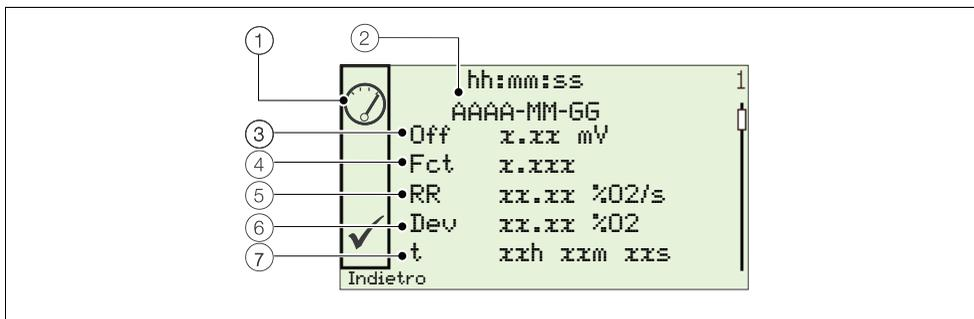

Fig. 9.2 Struttura registro prestazioni e codici prestazioni tipici
Le informazioni visualizzate nel *Registro prestazioni* derivano dai valori ottenuti durante le procedure di taratura. Se è stato selezionato *Registro prestazioni*, un'icona (1) in Fig. 9.2) a sinistra del display indica la taratura riuscita o non riuscita o il controllo precisione; o se è stata montata una nuova sonda/cella. I tipi di icona sono illustrati nella seguente tabella 9.6: